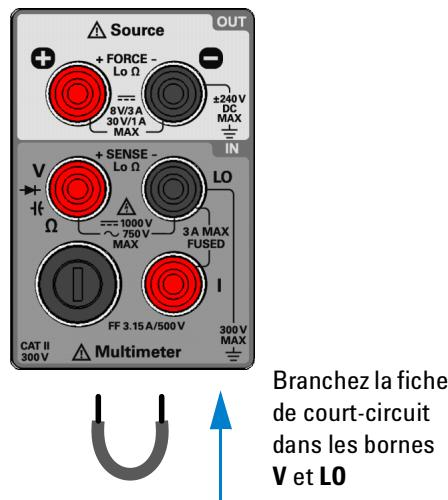

Figure 5-1 Configuration d'un test de vérification du décalage d'origine (court-circuit)
- 1 Branchez la fiche de court-circuit dans les bornes d'entrée **V** (rouge) et **L0** (voir Figure 5-1 à la page 141). Laissez l'entrée de courant en circuit ouvert.